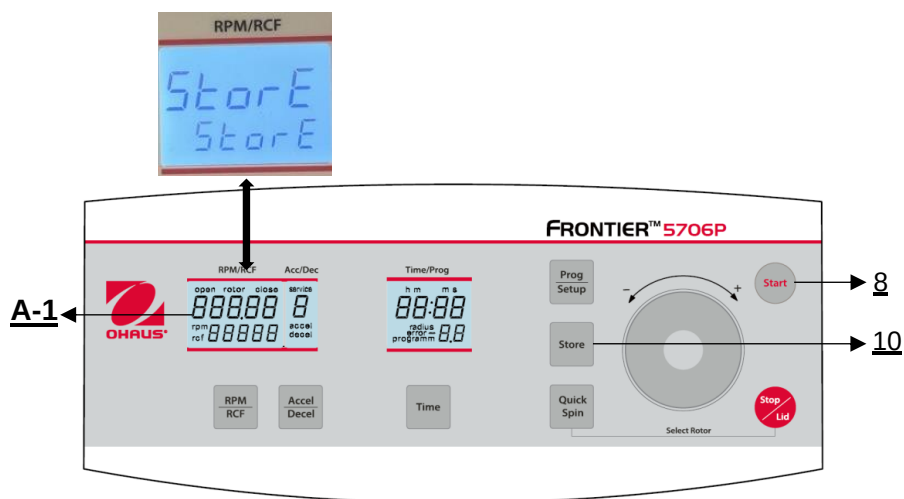

Figura 29
Todos los ajustes modificados deben confirmarse con la tecla **"Start"** (8) o **"Store"** (10). En la pantalla **"RPM | RCF"** (A-1) aparece la palabra **"Store"** - Sólo entonces son válidas las preselecciones (**véase la figura 29**). Una vez almacenados los ajustes, puede volver a cambiar al modo de programación normal desconectando la centrífuga durante unos instantes.